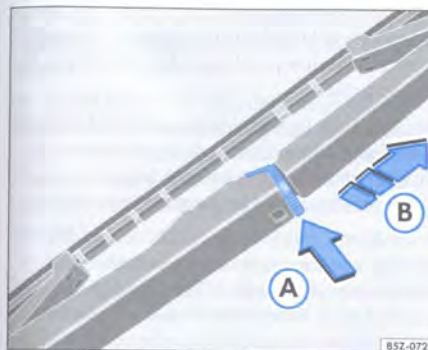

Fig. 120 Sustitución de la escobilla del limpiador de la luneta trasera
- Presione la traba de la escobilla del limpiador de la luneta trasera ⇒ fig. 120 en el sentido de la flecha A.
- Tire la escobilla del limpiador de la luneta ⇒ fig. 120 en el sentido de la flecha B.